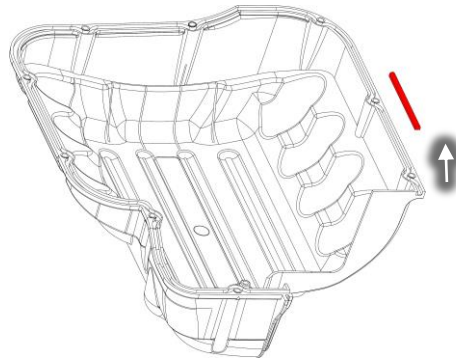

图 2 - 顶盖“D”密封件拆除
8. 拆除盖板的“D”密封件。参见图 2（顶盖“D”密封件拆除）。